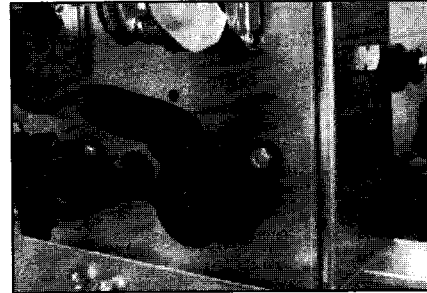

Fig. 23-4
- ISO 12098 15 pin plug (Fig. 23-4).